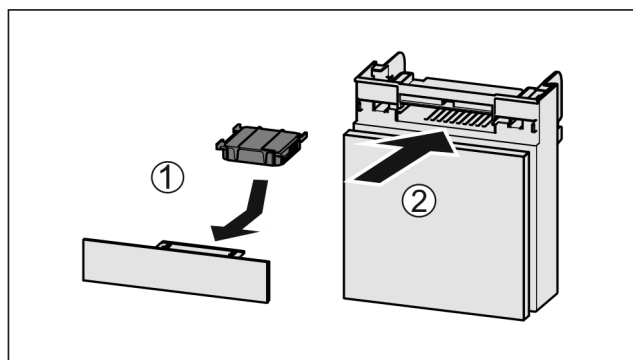

Fig. 123
- Helyezze be Fig. 123 (1) az aktívszén-szűrőt az ábrán látható módon.
- Tolja be Fig. 123 (2) a rekeszt.